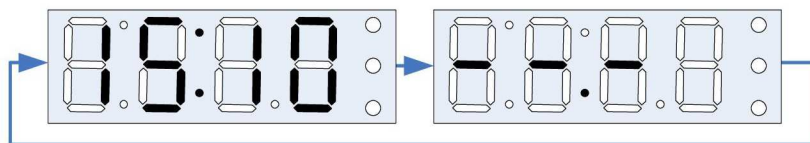

Рис.18
2.3.13 Если скорость прохождения СОД не определена, то на индикаторе периодически отображается время регистрации (часы и минуты) и прочерки, как показано на Рис. 18.